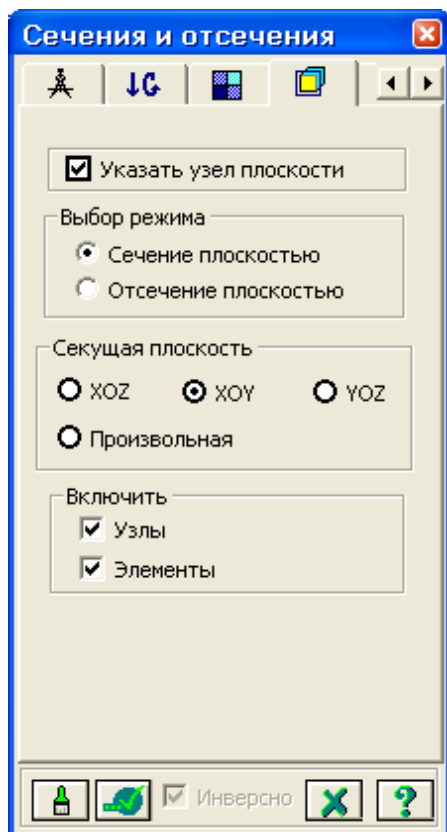

Рис.4.8. Диалоговое окно Сечения и отсечения
- Вызовите диалоговое окно **ПолиФильтр** с помощью меню **Выбор** ⇒ **ПолиФильтр** и перейдите на предпоследнюю закладку **Сечения и отсечения** (рис.4.8).